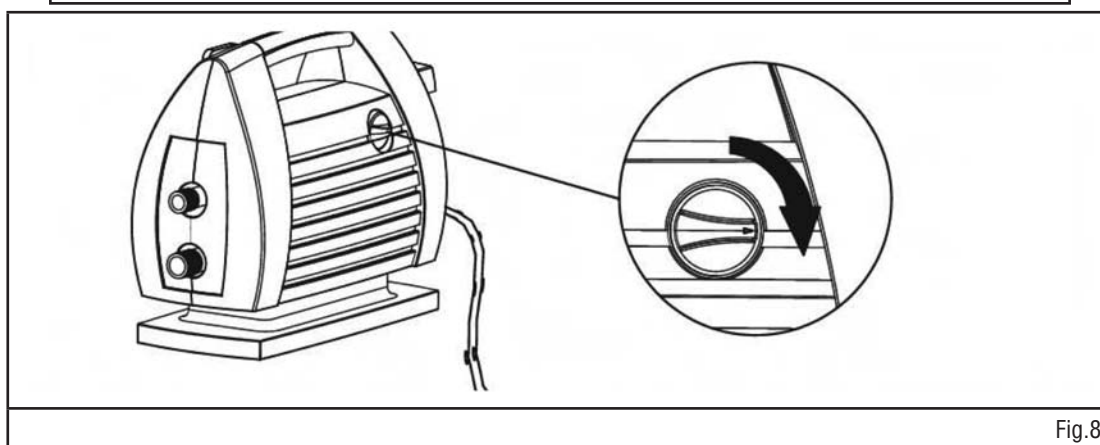

Fig.8
3. Démarrez la laveuse à pression en plaçant le commutateur de MARCHE/ARRÊT à la position ON (marche) (1). (Fig. 8)